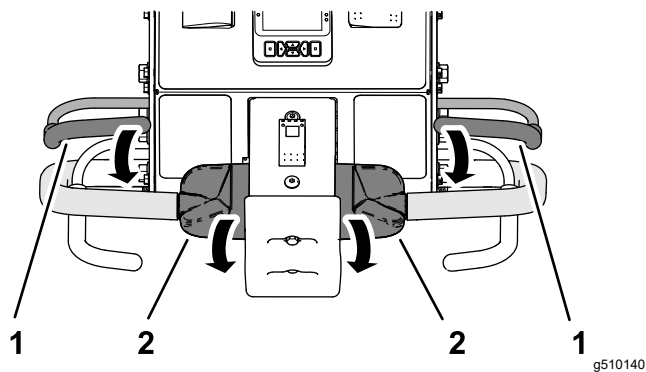

Bild 33
2. Halten Sie einen der beiden Schaltbügel am Lenker fest und drehen Sie den oberen Teil des Fahrtriebshebels nach vorne (Bild 33).